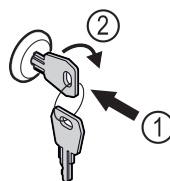

Fig. 144 Примерное изображение
- ▶ Вставьте ключ Fig. 144 (1).
- ▶ Поверните ключ на 90° по часовой стрелке Fig. 144 (2).